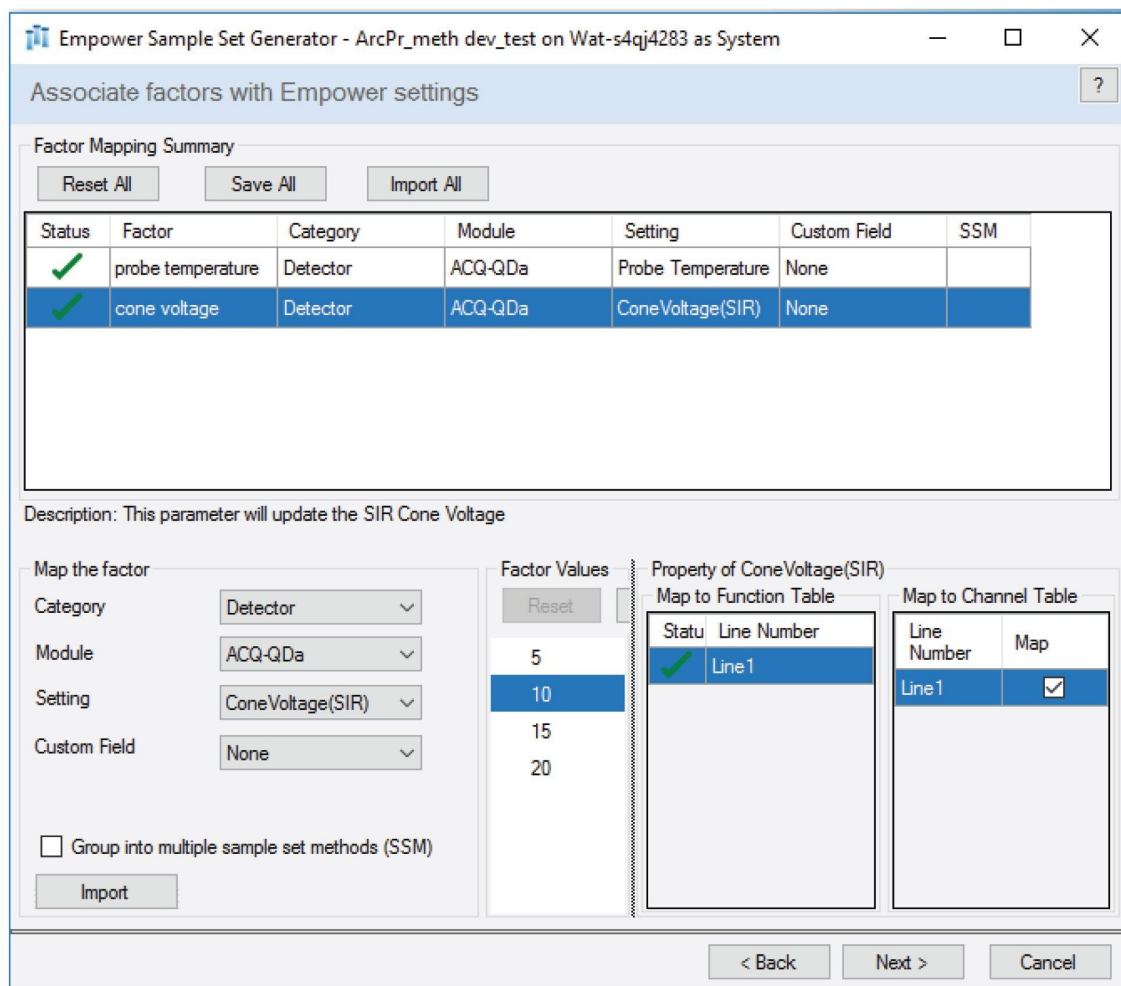

図 2. Empower SSG。要因または装置変数を Empower 設定に関連付けます。
- 被験要因であるプローブ温度とコーン電圧を、Empower の設定と関連付けました (図 2)。